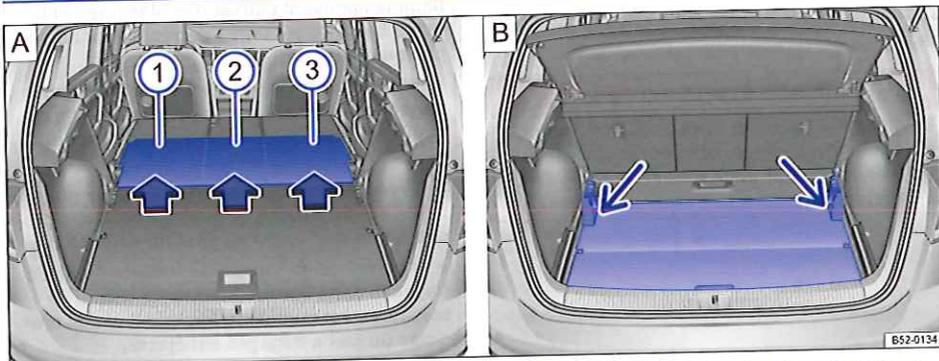

Fig. 109 Figure (A) : extension du coffre à bagages vers l'avant ; Figure (B) : extension du coffre à bagages vers le bas.
- Rabattez les caches ⇒ fig. 109 (1), (2) et (3) vers l'avant dans le sens de la flèche.
- Poussez vers l'avant le plancher de coffre à bagages dans la zone inférieure des supports ⇒ fig. 109 (flèches) puis poser le plancher de coffre à bagages.